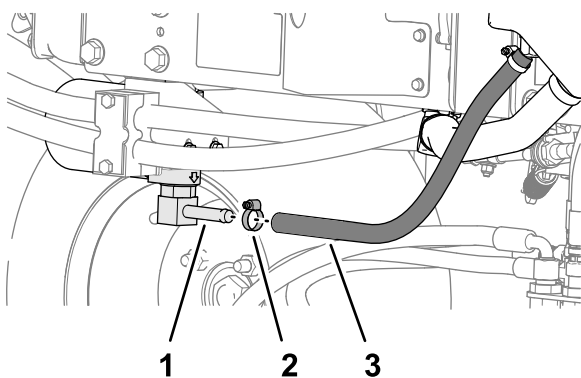
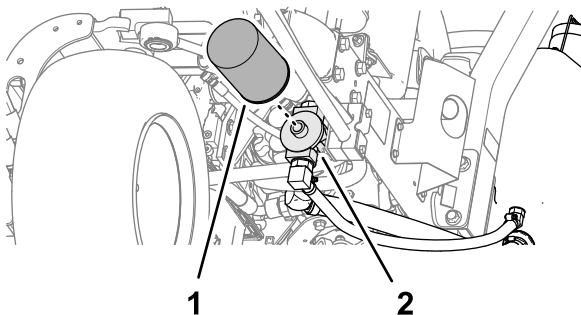

Figura 85
Figura 86
2. Scollegate il flessibile idraulico (Figura 85) o togliete il filtro idraulico (Figura 86) e lasciate defluire il fluido idraulico in una bacinella.